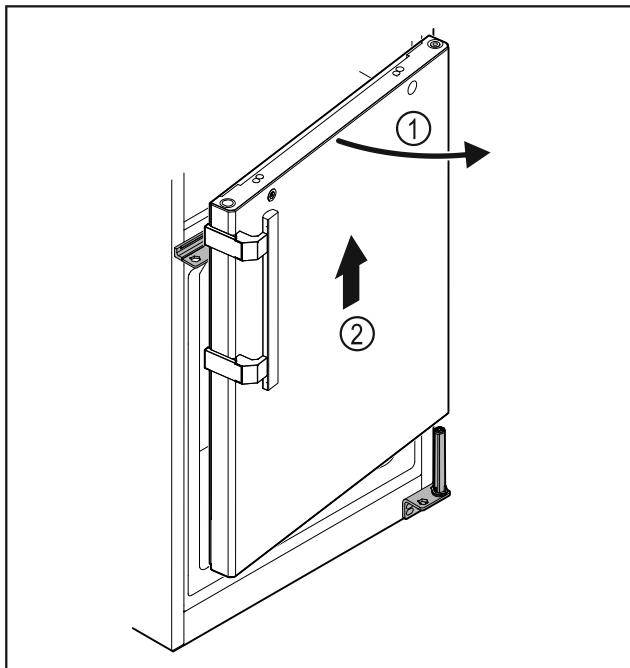

Fig. 28
► Ανοίξτε λίγο την πόρτα Fig. 28 (1), σηκώστε τη περίπου 200 mm ευθεία προς τα επάνω και αφαιρέστε τη Fig. 28 (2).